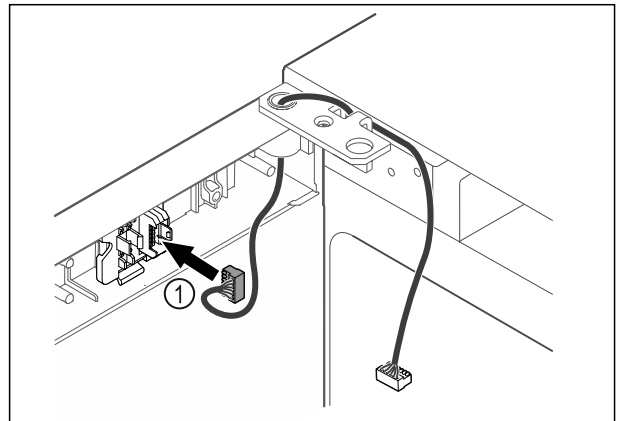

Fig. 40
- ▶ Įkiškite kištuką Fig. 40 (1) į kištuko laikiklį.